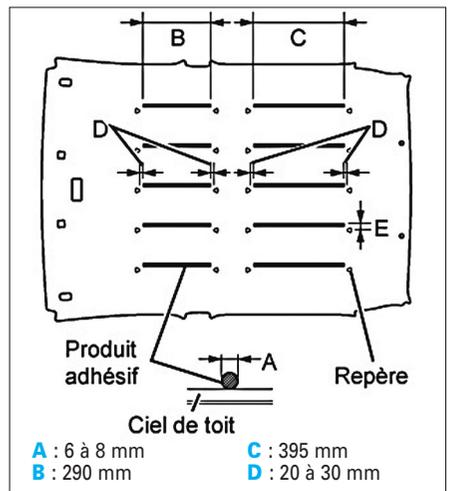

FIG. 128
- Appliquer de l'adhésif (Henkel Terostat 8595N/MT) sur la garniture de pavillon (Fig.128).